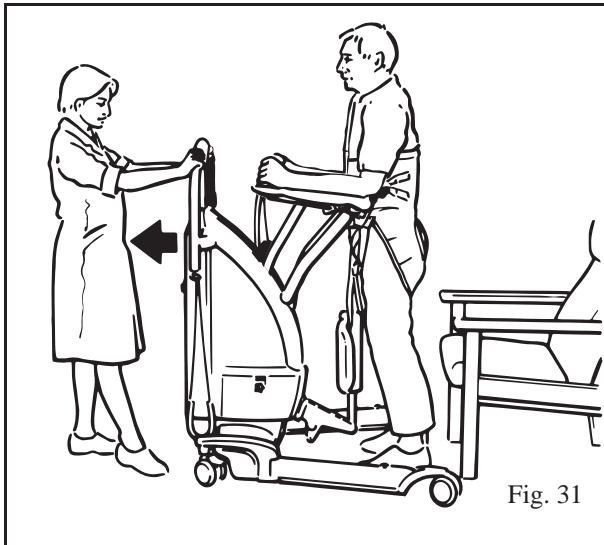

Fig. 31
8. Cuando el paciente se mantenga en pie con confianza, libere los frenos y retire la grúa ligeramente del paciente hasta que el Proactive Pad quede separado de las piernas del paciente. (Véase la fig. 31)